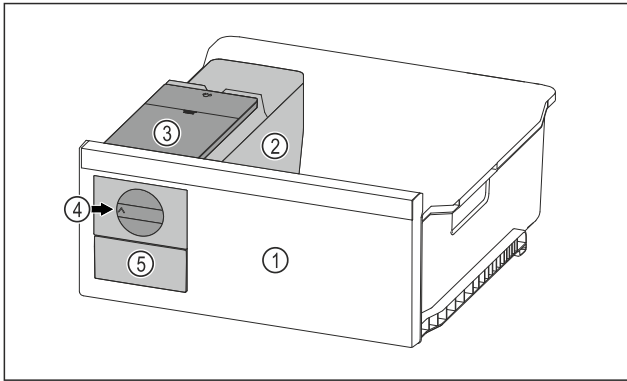

Fig. 96 Beispielhafte Darstellung
- ▶ Drehknopf Fig. 96 (4) im Uhrzeigersinn bis zum Anschlag drehen.
- ▶ Eiswürfel fallen aus der Eiswürfelschale in das Eiswürfelschubfach Fig. 96 (5).